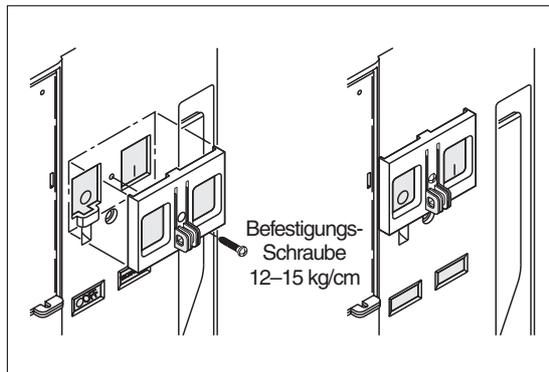

Abb. 4-76:
- ① Bringen Sie die Sicherheitsabdeckung der Drucktasten entsprechend der Darstellung in Abbildung 4-76 an.